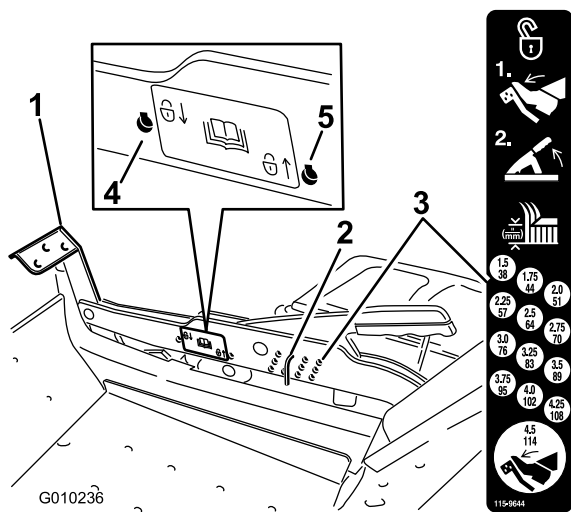

Bild 27
1. Treten Sie mit dem Fuß auf das Mähwerkhubpedal und heben Sie das Mähwerk in die Transportstellung an (auch die Schnitthöhe von 114 mm) (Bild 27).
2. Entfernen Sie den Splint zum Einstellen der Schnitthöhe aus der Schnitthöhenhalterung (Bild 27).
3. Wählen Sie ein Loch in der Schnitthöhenhalterung, das der gewünschten Schnitthöhe entspricht, und stecken Sie den Lastösenbolzen wieder ein (Bild 27).
2. Entfernen Sie den Stift aus der Schnitthöheneinstelhalterung (Bild 27).
3. Wählen Sie das niedrigere Loch auf dem Arretierungsschild und stecken Sie den Stift ein (Bild 27).
4. Wählen Sie das höchste Loch auf dem Arretierungsschild und stecken Sie den Stift ein (Bild 27).